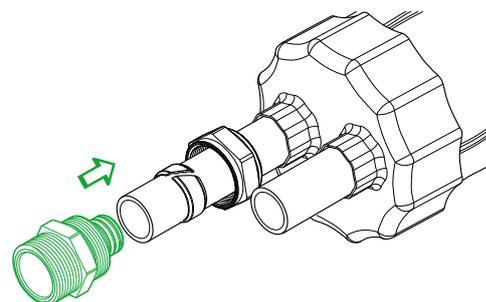

Рис. 4.6.5
- Вставить втулку корпуса фитинга внутрь напорной трубы до упора (рис. 4.6.5).